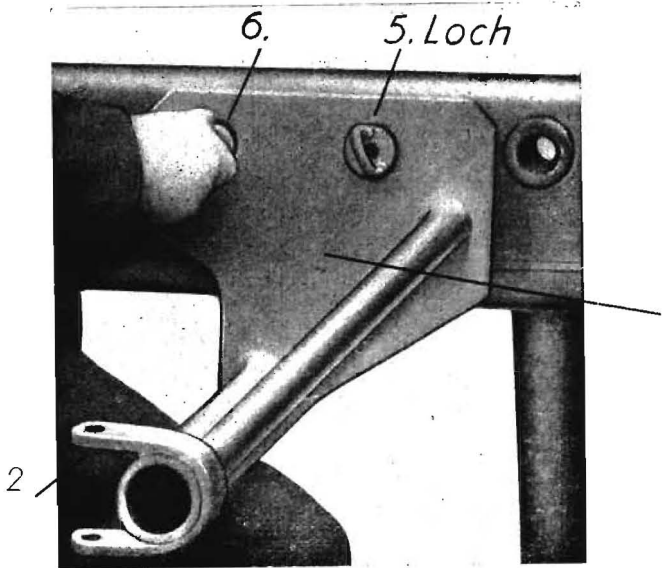
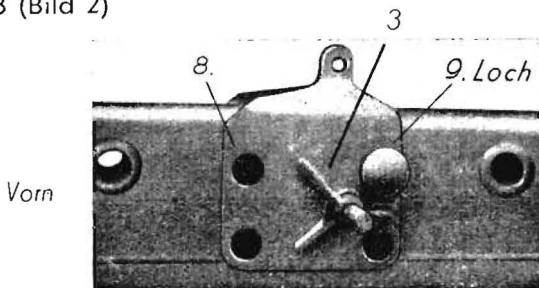

Bild 1
Bild 2
a) Befestigungsbock	Bild 1
b) Hydraulikbock	Bild 2
Der Befestigungsbock 1 (Bild 1)
wird im 5. und 6. Loch von vorn am Geräteträgerholm befestigt, so daß die Laschen 2 (Bild 1) des Aufnahmerohres der Hubwelle nach hinten zeigen. Der zum Geräteträger RS 09 gehörende Hydraulikbock 3 (Bild 2)